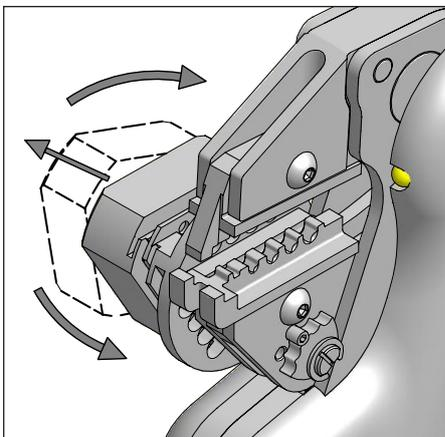

Bild 12
8.3.3 Crimpeinsätze für gedrehte Kontakte (Bild 12, 13)
2. Wenn notwendig, Kontaktaufnahme herausziehen und durch Drehung in die gewünschte Stellung bringen. (Bild 12)